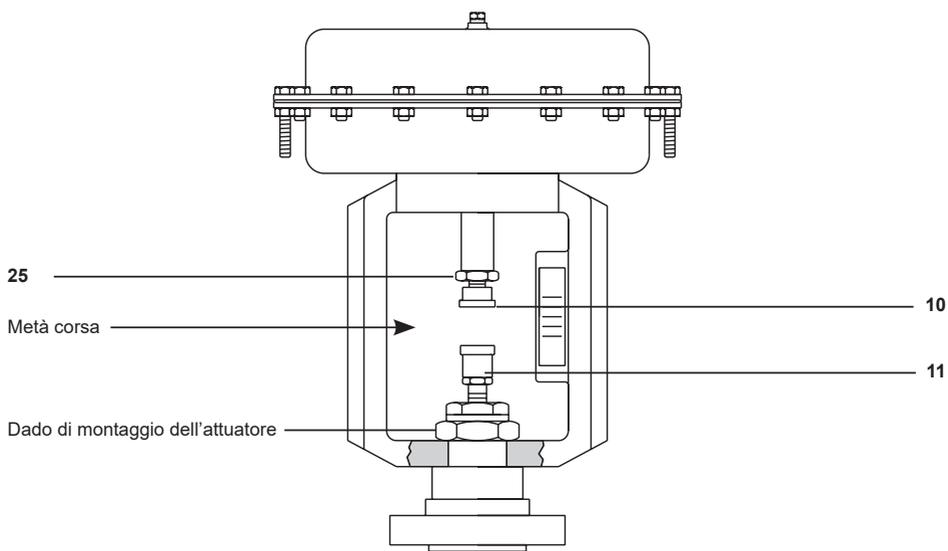

Fig. 4
3.1 Montaggio di un attuatore PN9100E, PN9200E, PN9300E o PN9400E sulla valvola (Figure 4 e 5):